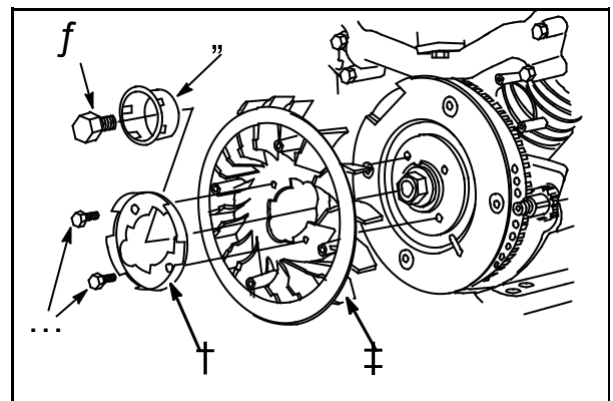

Fig. 8
Remove two screws (5), fan retainer (6) and fan (7), Fig. 8.